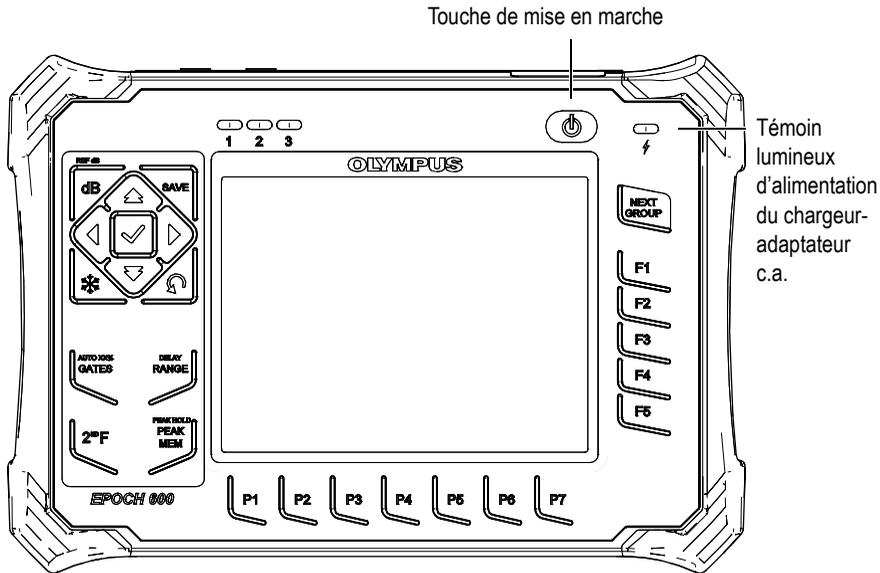

Figure 4-1 Emplacement du témoin d'alimentation et de la touche de mise en marche de l'EPOCH 600
La Figure 4-1 à la page 74 montre l'emplacement de la touche de mise en marche et du témoin lumineux d'alimentation du chargeur-adaptateur c.a.
4. Appuyez sur le bouton de mise en marche situé sur le panneau avant pour démarrer l'EPOCH 600 (voir la Figure 4-1 à la page 74).
Le témoin d'alimentation sur le panneau avant de l'appareil s'allume (voir la Figure 4-1 à la page 74).